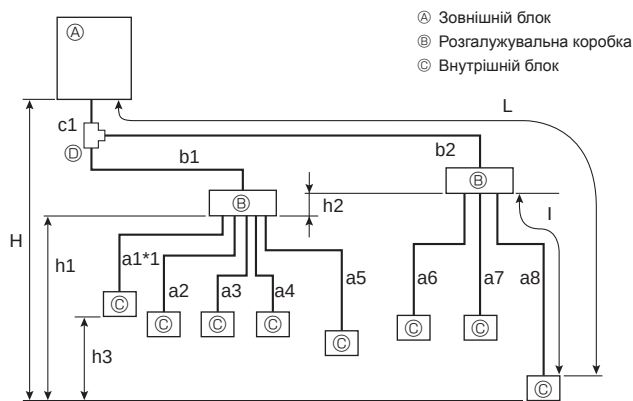

Fig. 4-2
4.1.2. Підключення з розгалужувальною коробкою (Fig. 4-2)